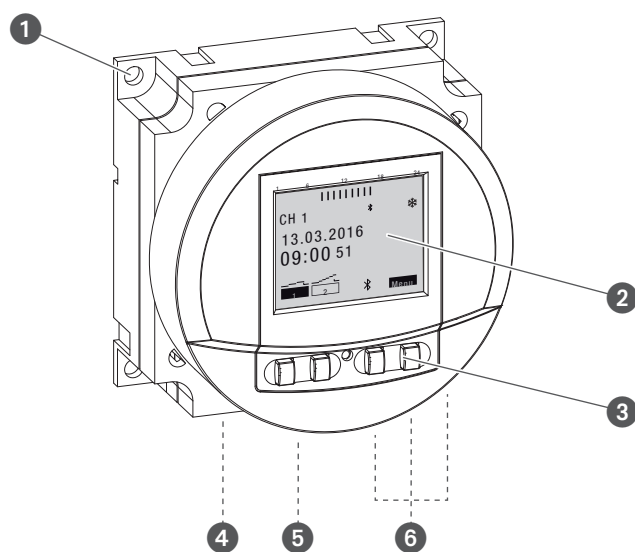
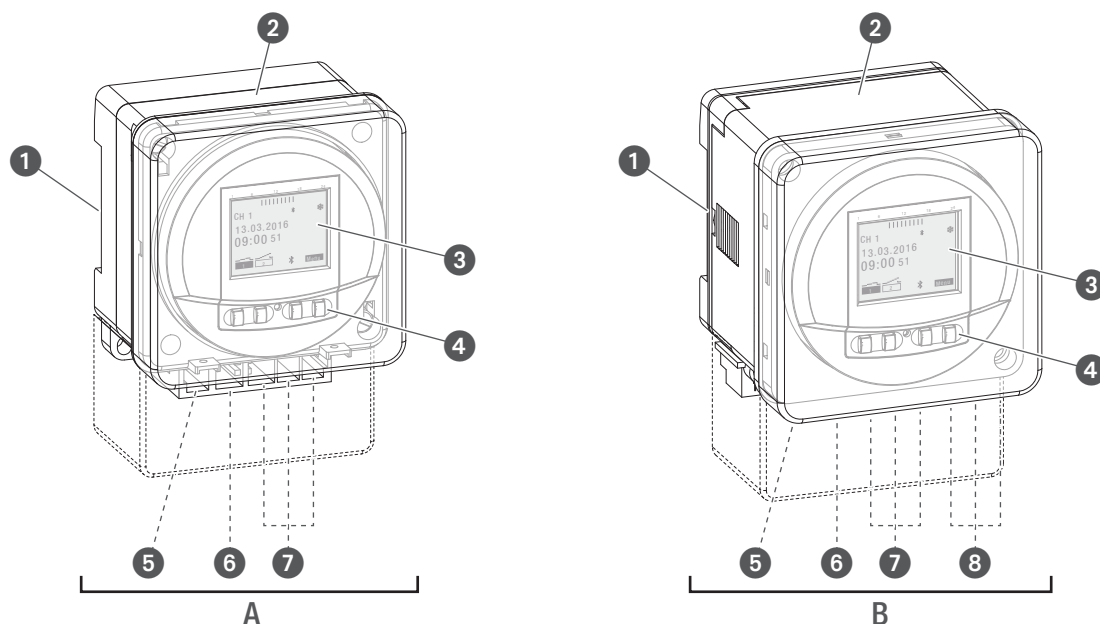

Fig. 1: Horloge FMD smart
Fig. 2: Horloge tactic smart
Selon le type, l'horloge convient pour un montage encastré, un montage en saillie ou avec un système à encliquetage sur un rail DIN (→ chapitre „Installation“ à la page 122) ; l'horloge pilote l'appareil qui y est connecté. Selon le type, l'horloge possède 1 ou 2 canaux et peut être commandée par un écran (fig. 1/②, fig. 2/③) avec 4 touches de commande (fig. 1/③, fig. 2/④). L'horloge peut être programmée manuellement ou via un appareil portable. La fréquence du signal radio est de 2,4 GHz et la puissance d'émission maximale est de 1,8 mW. L'horloge ne peut être programmée qu'après le raccordement à une alimentation électrique externe.